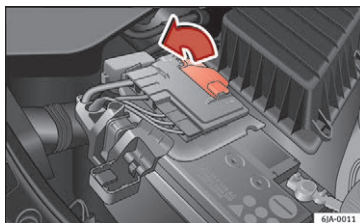

Fig. 209 Batteri: åbning af afdækning
- Åbn batteriafdækningen i pilens retning » Fig. 209.